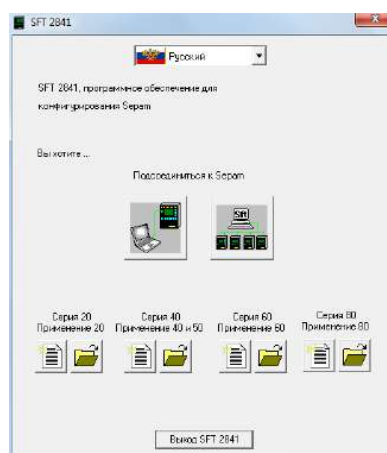

Рисунок 7.1 – Окно «SFT2841»
6. Запустить приложение SFT2841, в окне программы (рис. 7.1) нажать кнопку .